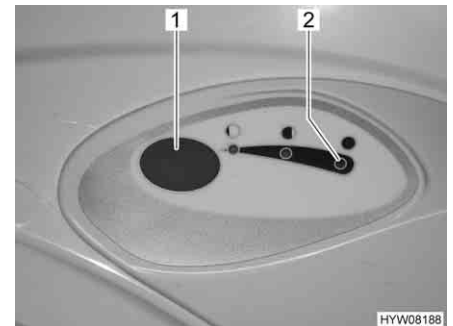

Fig. 248 Bouton pour la chasse d'eau/
- Pour actionner la chasse d'eau, appuyer sur le bouton bleu (Fig. 248,1).
Le voyant de contrôle (Fig. 248,2) s'allume lorsque le réservoir pour matières fécales doit être vidé.